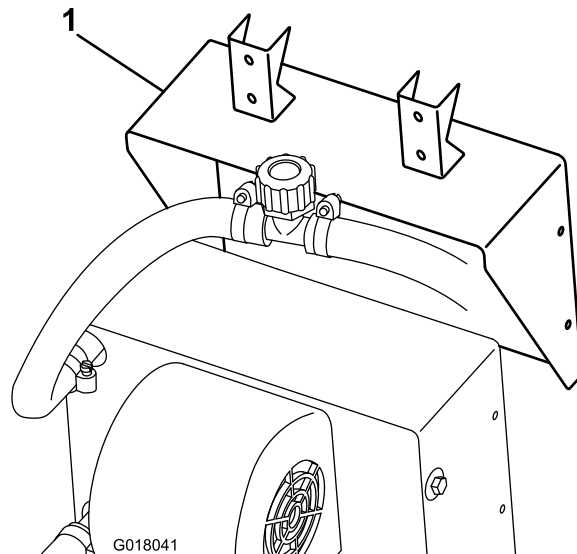

Figura 22
- Sujete el soporte al calentador usando los tornillos suministrados con el calentador (Figura 22).